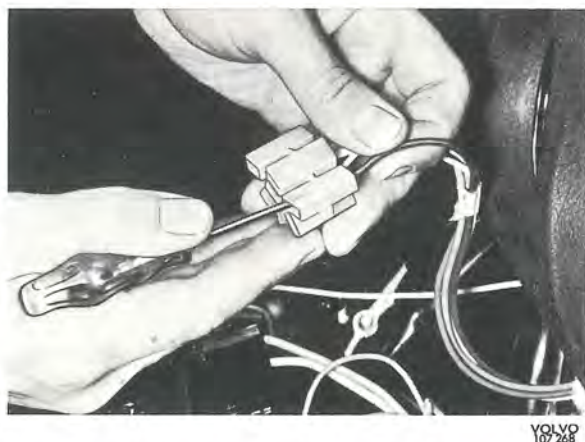

Bild 28. Losstagning av elledningar
5. Lossa kontaktstycket från fläktmotorreglaget samt lossa fläktmotorns elledningar från kontaktstycket (bild 28) och reglageplåten.